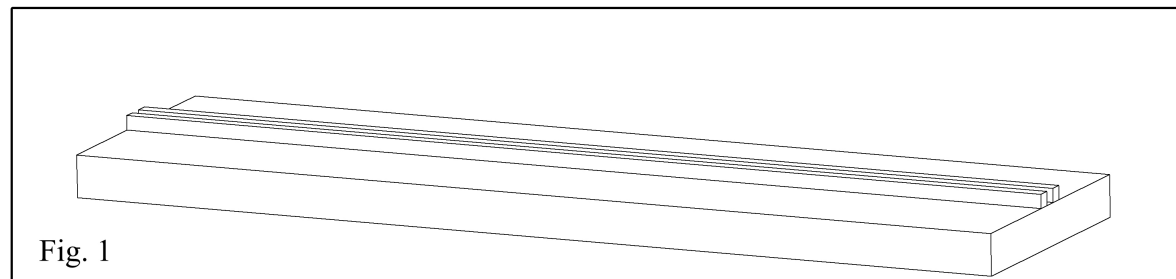

Fig. 1
1) Preparare lo scaletto fig. 1 tav. 2 per il montaggio della struttura: fissare su una tavoletta spessa circa 15mm. due listelli da 4mm. di spessore, distanti tra loro 4mm., in modo che vi si possa incastrare la chiglia 14 e che essa vi rimanga in posizione rettilinea e verticale.
1) Préparer le support fig. 1 tab.2 pour le montage de la structure: fixer sur une tablette de 14 mm. d'épaisseur deux lattes de 4mm., à la distance de 4mm. l'une de l'autre, de façon que la quille 14 puisse être encastrés en position rectiligne et verticale.
1) Wie auf Bild 1, Tafel 2 dargestellt, das Gestell für den Zusammenbau des Schiffes herstellen: auf einem ca. 15mm dicken Brett zwei 4mm dicke Leisten im Abstand von 4mm befestigen, so daß der Kiel #4 gerade und senkrecht eingeschoben werden kann.